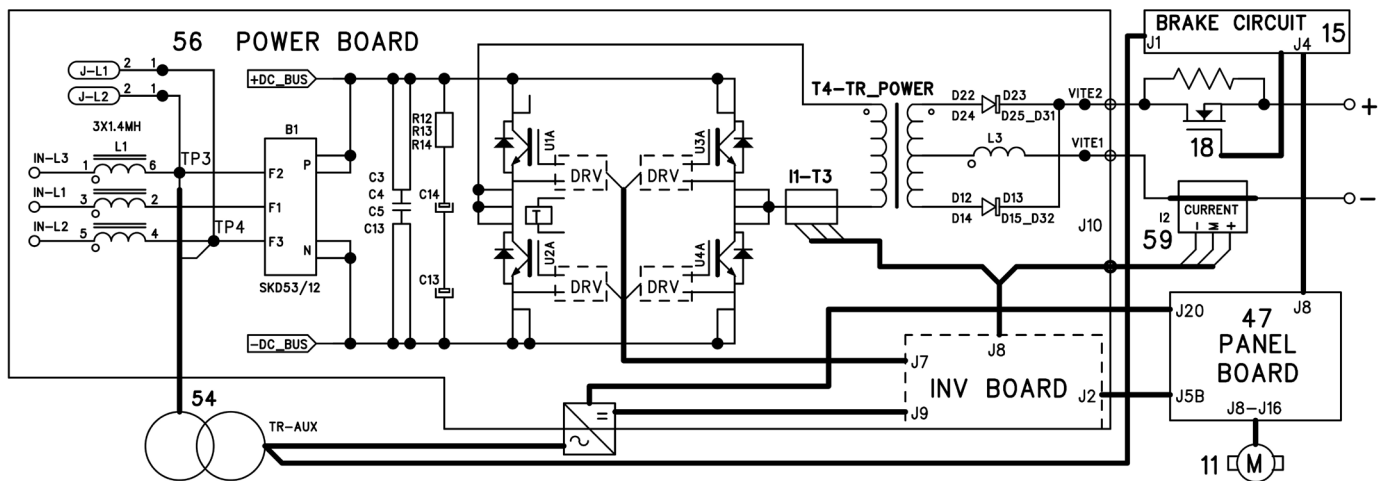

Fig. 2.3.1 (art. 564)
L'interruttore generale (14) alimenta la scheda potenza (56) la quale contiene tutti gli elementi di potenza del generatore. Più precisamente nella scheda potenza (56) si possono identificare (Fig. 2.3.1):
- l'inverter ad igtb, che genera la tensione alternata ad onda quadra per il trasformatore di potenza T4, montato anch'esso sulla scheda potenza (56);
- vedi Fig. 2.3.1 e Mappa connettori, par. 5.7:
- 27 Vac per l'alimentazione del gruppo SRS (15)
- 220 Vac, fornita da una presa intermedia del primario del trasformatore servizi (54), per l'alimentazione del gruppo di raffreddamento, attraverso la presa (15) sul pannello posteriore del generatore.